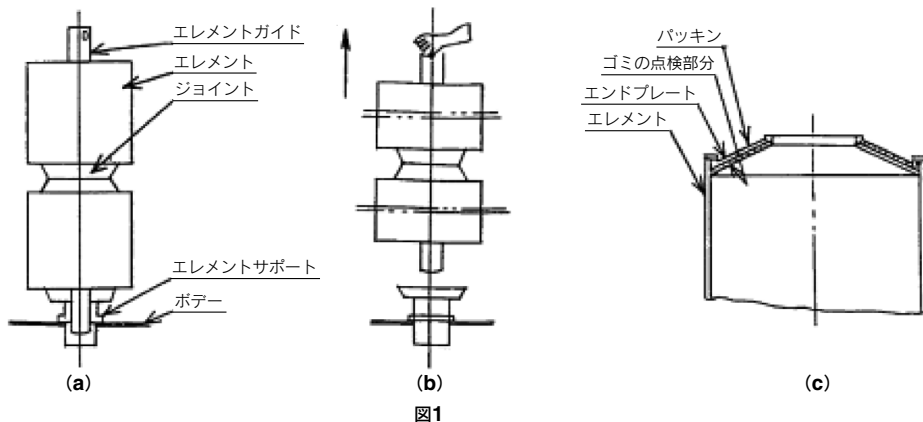

図1
- ①エレメント取付金具、エレメント、ジョイント、エレメントガイドの順に取出してください。
- ②エレメントガイドは無理に取出す必要はありません。
- ③またエレメントホルダを取出した後(図1)の要領でエレメントガイドを取出すことによりエレメント、ジョイントを一括して取出すことができます。
- ①エレメントを取外した時ハニカムエレメント、ペーパーエレメント以外のエレメントはエンドプレートとパッキンの間にゴミが溜っているか否か確かめてください。【図1(c)参照】溜っている場合はきれいにしてください。
- ②エレメントガイドを取外した時は取付けてください。
- ③エレメント、ジョイント、エレメント、エレメント取付金具の順に同心になる様に正しく差し込んでください。